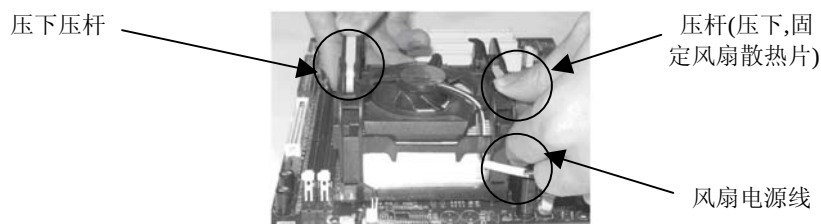

图 5
3. 将冷却风扇安装在散热片的顶部。向下压风扇直到它的四个卡子嵌入支撑机构上对应的孔中。（图 5）
4. 将两个压杆压下以固定风扇。每个压杆都只能沿一个方向压下。支撑机构压杆。（图 5）